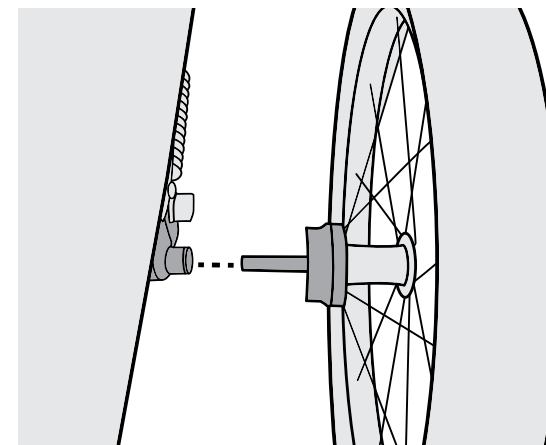

Figure 7
2. Insérez l'axe de roue dans le récepteur d'axe, puis relâchez le bouton. Tirez fermement sur la roue pour confirmer que l'axe est entièrement engagé (Figure 7).